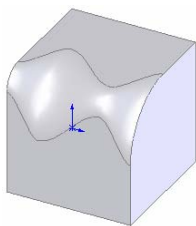

图 5-28 圆角的图形
③ 确认圆角特征。单击“圆角”属性管理器中的“确定”图标按钮, 结果如图 5-28 所示。